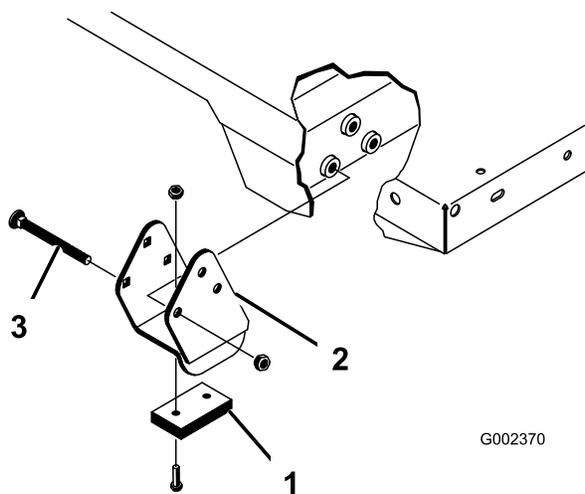

Figura 35
Nota: Certifique-se de que os suportes dos espaçadores e os bloqueios contra desgaste (Figura 35) foram instaladas na cabeça das porcas no interior da máquina.
2. Coloque a plataforma com cuidado no chassis, alinhando os orifícios posteriores da placa articulada da plataforma com os orifícios do canal traseiro e coloque 2 passadores de forquilha e pinos de sujeição (Figura 35).
4. Introduza o passador de forquilha na parte exterior da plataforma com o pino de sujeição virado para fora (Figura 35).